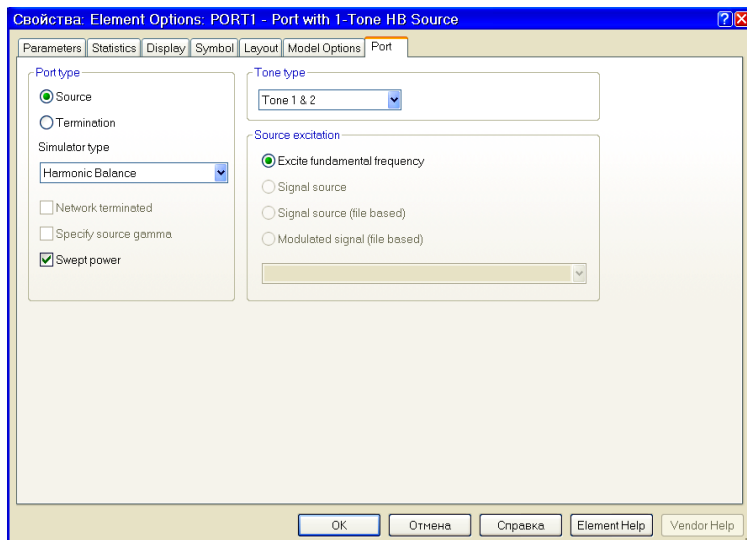

Рис. 4.28
1. В активном окне схемы **Two Tone Amp** дважды щёлкните левой кнопкой мышки по элементу **PORT1**. Откроется диалоговое окно **Element Options** (Рис. 4.28).